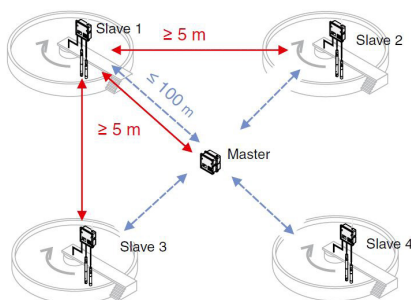

Abb. 3: Abstände zwischen Modulen
- Es muss eine direkte „Sichtverbindung“ zwischen Master und Slave bestehen. In der Praxis gängige Aufbauten bestehen in der Regel aus zwei bis vier Slaves pro Master (Abb. 3).